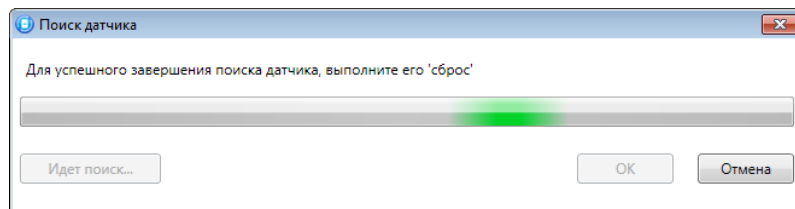

Рисунок 4.36 — Поиск радиоустройства
3. После нажатия кнопки *OK* начнется поиск радиоустройства контроллером (см. рисунок 4.36). Для того чтобы устройство было найдено контроллером, его следует перевести в режим связывания (выполнить «сброс»).